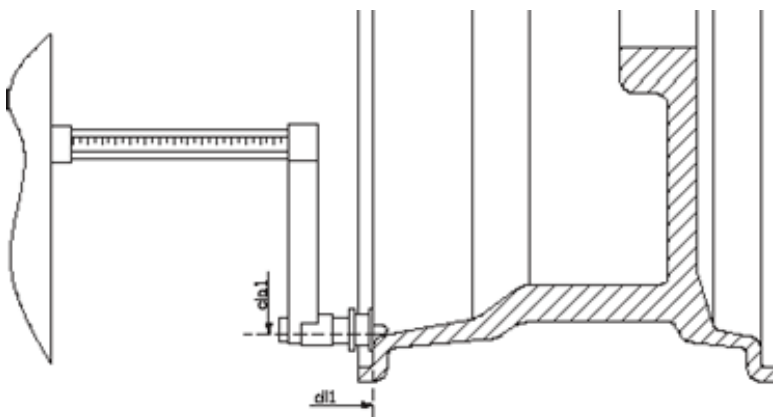
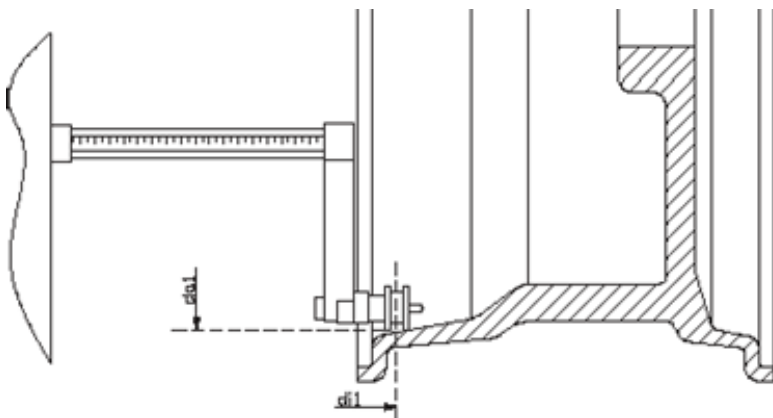

Рис. F3.7. Автоматическое получение расстояния к внутренней плоскости в типе программы ALS1
Рис. F3.8. Автоматическое получение расстояния к внутренней плоскости в программе типа ALS2
3. Выдвиньте датчик расстояния/диаметра и поместите его на обод, к соответствующей внутренней плоскости, выбранной для установки балансировочного грузика. См. рис. F3.7 для типа программы ALS1 и рис. F3.8 для типа программы ALS2.